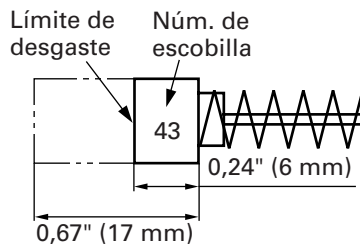

Fig. 24
## 4. Inspeccionar los escobillas de carb3n (Fig. 24)
**NOTA:** Utilice las escobillas HITACHI N3m. 43 indicadas en la Fig. 24.